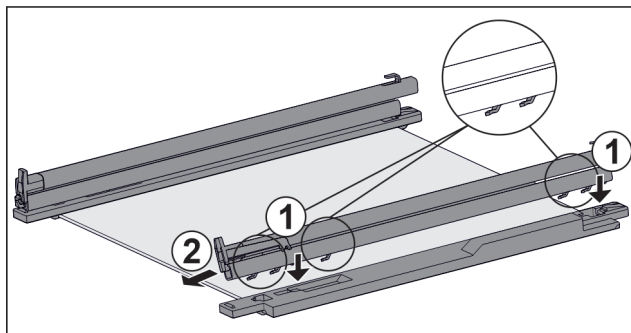

Fig. 59 Skleněná deska s kolejničkami a přídržnými díly
- ▶ Nasadte háčky kolejničky na otvory **levého** přídržného dílu. Fig. 59 (1)
- ▶ Vytáhněte kolejničku dopředu. Fig. 59 (2)
- ▶ Nasadte háčky kolejničky na otvory **pravého** přídržného dílu. Fig. 59 (1)